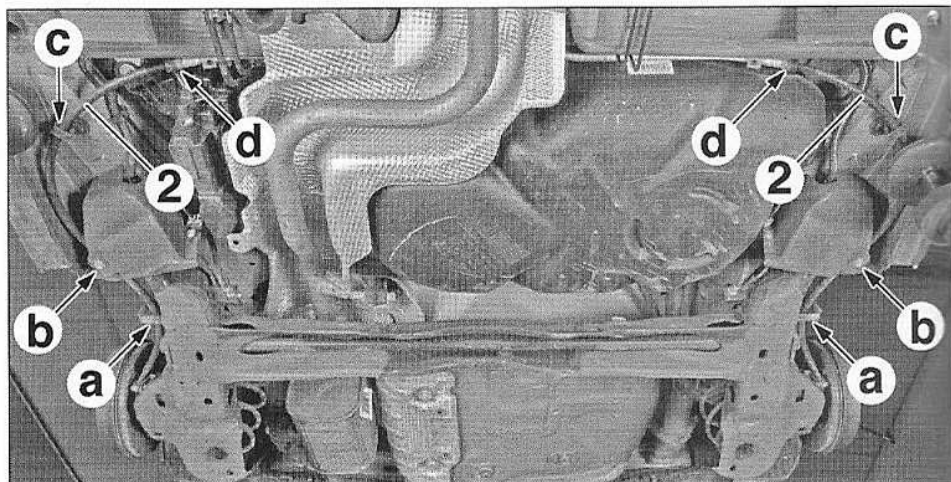

FIG.24
- Dégrafer et dégager les câbles (2) en (a), (b), (c) et (d) (Fig.24).